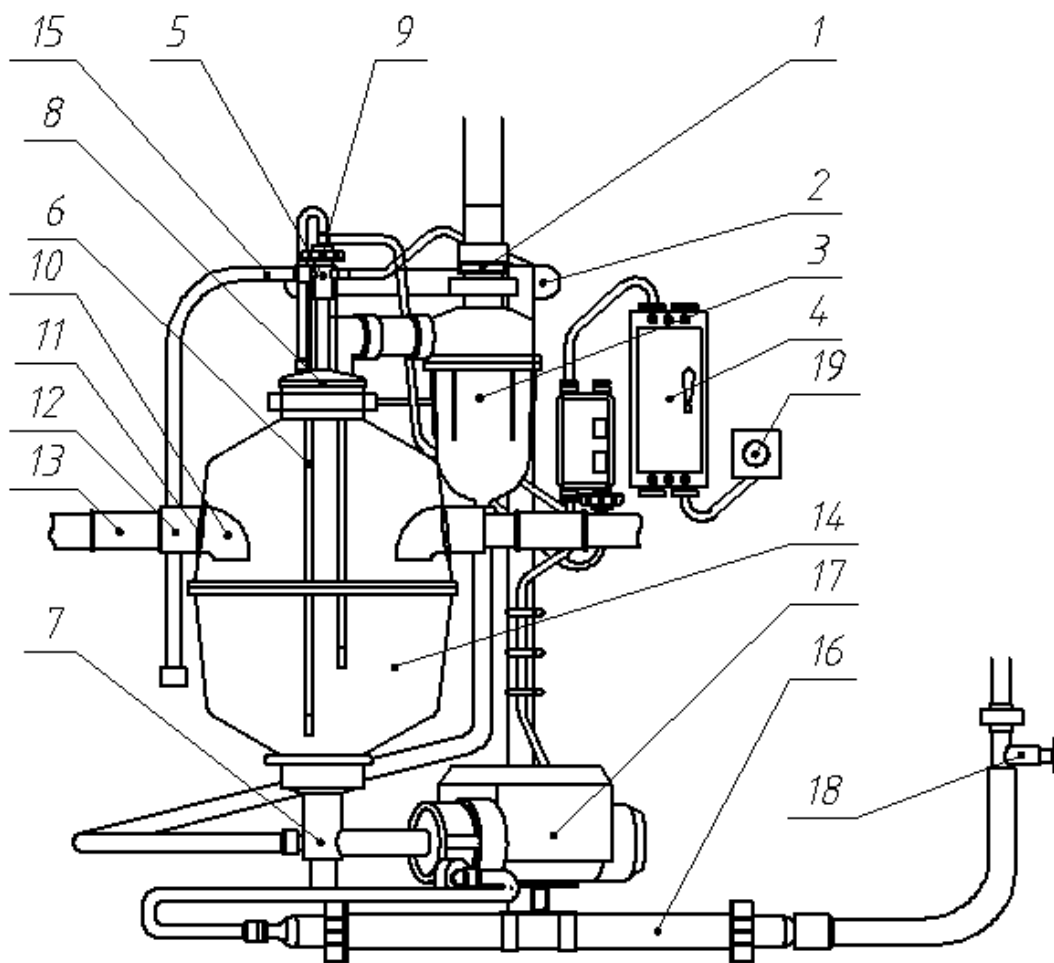

Рисунок 18 – Молокоопорожнитель:
**Молокоопорожнитель** предназначен для приема молока из молокопровода, разделения молоковоздушной смеси и выведения молока или моющего раствора. Он предохраняет вакуумный насос от попадания в него жидкостей. Эти функции молокоприемника обеспечивают его основные два узла – молокоприемник *14* с датчиком уровня *6* и предохранительная камера *3*. Он состоит (рисунок 18) из рамы *2*, на которой закреплен молокоприемник *14* с датчиком уровня *6*, предохранительная камера *3*, молочный насосом *17*, фильтр *16* и ящика управления *4*. На ящике управления находится кнопка ручного управления молочным насосом.